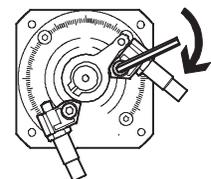

Fig. 17
7. Dra åt dämparfästets fästskruv (Fig. 17) igen med nedanstående åtdragningsmoment (Fig. 18). Endast vid angivet åtdragningsmoment greppar dämparfästets kuggar husmaterialet.